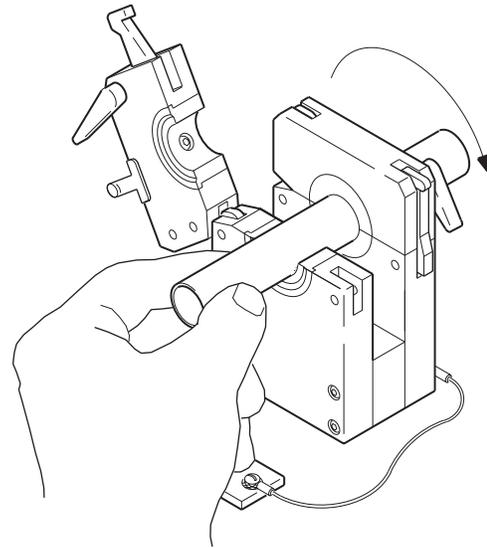

Abbildung 17 Einlegen des Rohrstücks
5. Schließen und arretieren Sie die nicht justierbare Seitenplatte. Siehe Abbildung 17.